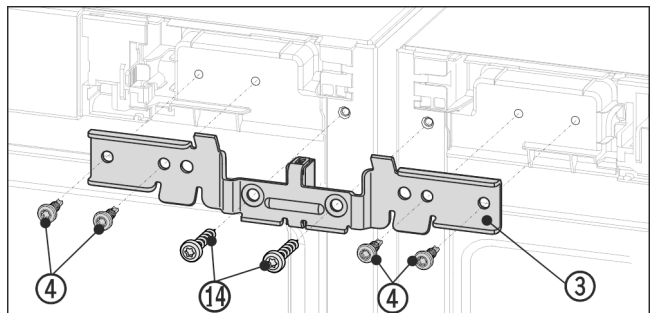

Fig. 13 Zobrazení příkladu
- ▶ Úhelník Fig. 13 (3) zasuňte rozpěrným kusem mezi přístroje na čepy. Úhelník přišroubujte čtyřmi šrouby Fig. 13 (4) a předtím vyšroubovanými uzemňovacími šrouby Fig. 13 (14) střídavě vlevo a vpravo bez utahování.